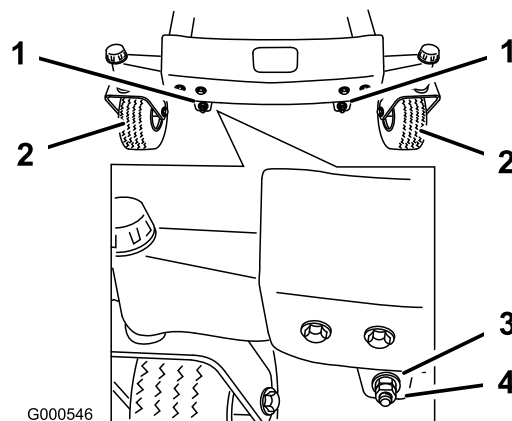
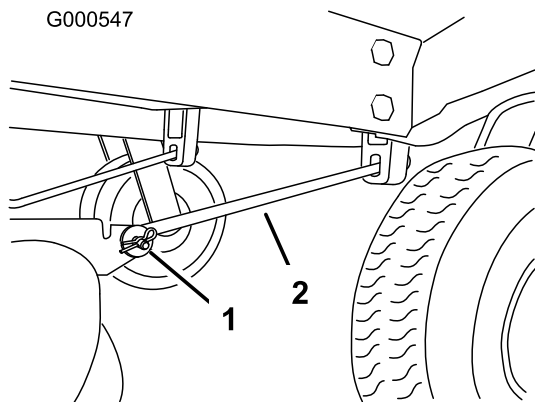

Figure 57
Figure 58
11. Pour régler l'inclinaison avant/arrière des lames, retirez les contre-écrous et tournez les écrous de réglage à l'avant du plateau de coupe (Figure 57).
13. Après avoir réglé uniformément les écrous, contrôlez de nouveau l'inclinaison avant/arrière. Poursuivez le réglage des écrous jusqu'à ce que la pointe avant de lame soit de 1,6 à 7,9 mm plus basse que la pointe arrière (Figure 57).
Remarque: Après avoir réglé les écrous de réglage, vérifiez qu'aucune des tiges de support ne présente de jeu (Figure 58). Serrez l'une ou l'autre pour supprimer le jeu (Figure 57).
4. Retirez la goupille fendue et l'axe de chape de la tige de support avant de chaque côté du plateau de coupe (Figure 58).
8. Fixez les tiges de support avant à la machine à l'aide des axes de chape et des goupilles fendues (Figure 58).